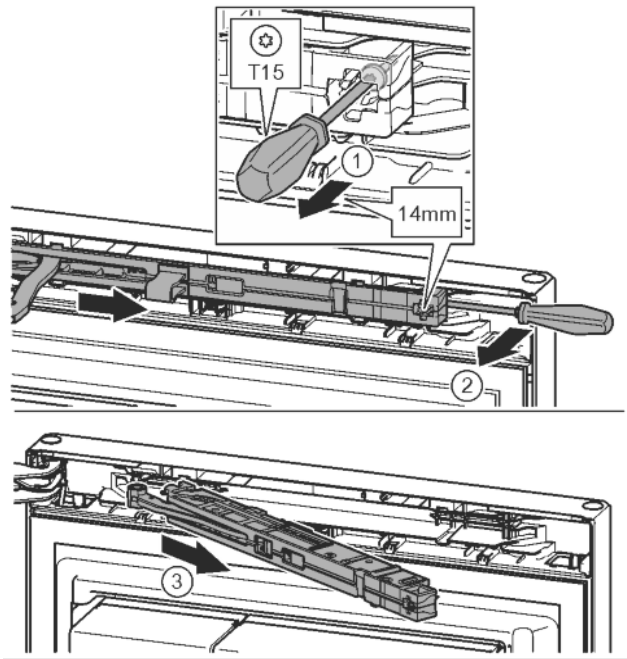

Fig. 12
- A záráscsillapító egységnél T15 csavarhúzóval kb. 14 mm-rel engedje ki a csavart. Fig. 12 (1)
- Egy csavarhúzóval nyúljon a markolat oldaláról a záráscsillapító egység mögé, és forgassa előre. Fig. 12 (2)
- Húzza ki a záráscsillapító egységet. Fig. 12 (3)